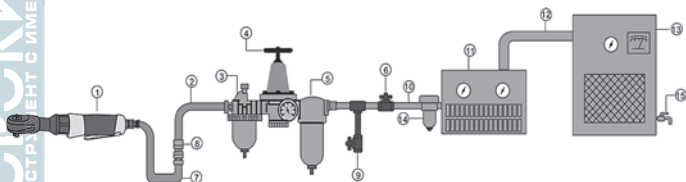

Рисунок 2 – Пневматическая схема подключения
4. Производите очистку воздушного фильтра каждую неделю. Рекомендованная схема подключения приведена на рис. 2.